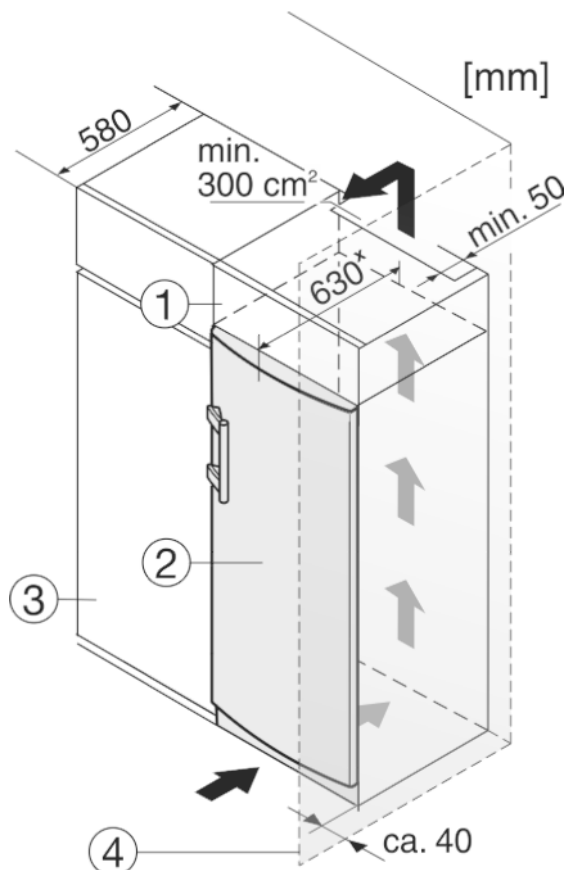

Fig. 10
- (1) Szafka nasadzana
- (2) Urządzenie
- (3) Szafka kuchenna
- (4) Ściana
Urządzenie może zostać obudowane szafkami kuchennymi. Aby dopasować urządzenie Fig. 10 (2) do wysokości ciągu szafek kuchennych, można nad urządzeniem umieścić szafkę nasadzaną Fig. 10 (1).
W przypadku obudowania szafkami kuchennymi (głębokość maks. 580 mm) urządzenie można ustawić bezpośrednio obok szafki kuchennej Fig. 10 (3). Urządzenie wystaje z boku o 34 mm* i na środku urządzenia o 50 mm* w stosunku do frontu szafek kuchennych.
Jeżeli urządzenie będzie ustawiane z zawiasami do ściany Fig. 10 (4), to pomiędzy urządzeniem i ścianą należy zachować minimalny odstęp, wynoszący 40 mm. Na taką odległość wystaje klamka przy otwartych drzwiach.